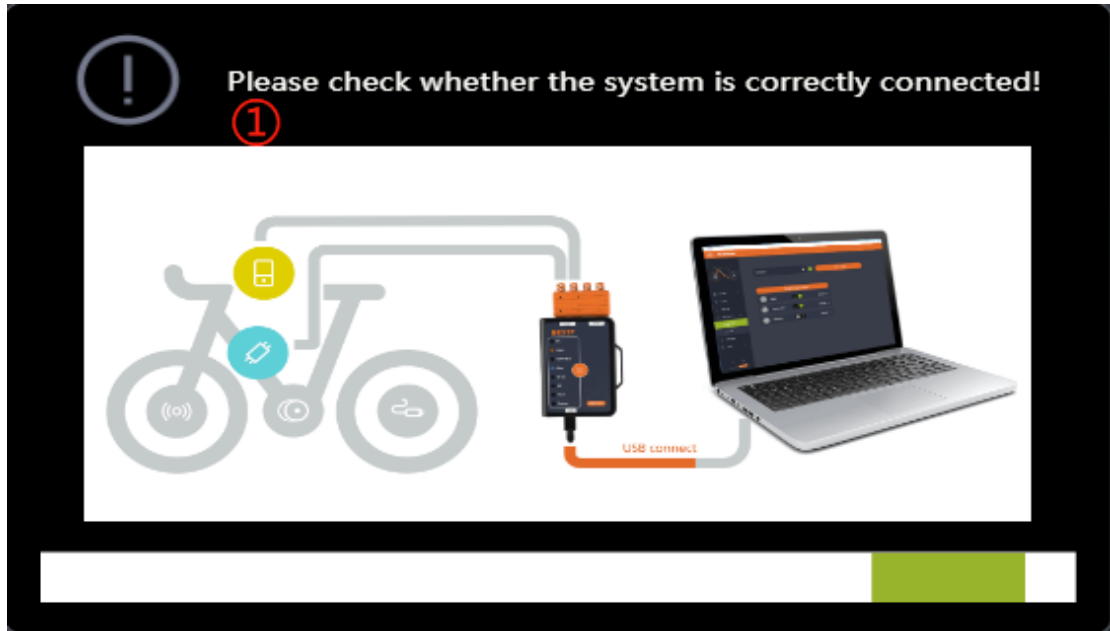

图 3-1 部件检测
- (1) 点击登录，系统将检测整车部件的连接情况。并提示用户确认系统是否正确连接（如图 3-1）；